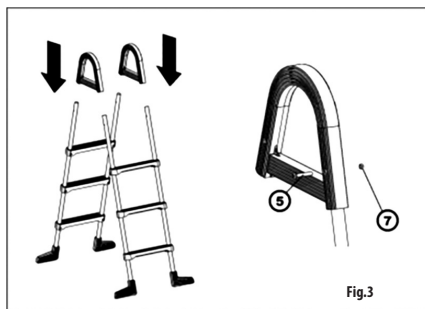

Fig. 3
Introduisez les échelles montées dans les arcs (2) (**Fig. 3**), bloquez-les à l'aide des vis correspondantes (5). Faites attention à ce que leur orientation (les têtes des vis devraient être orientées « vers l'extérieur » de l'échelle).